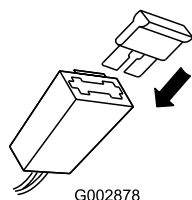

Bild 11
2. Setzen Sie die Sicherung in die Sicherungsfassung ein (Bild 11).